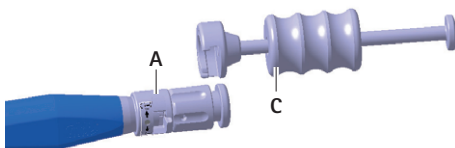

Рис. 5 Монтаж ударного молотка на установочном инструменте
- ▶ Установить ударный молоток C на установочный инструмент A, см. Рис. 5.
- ▶ Установить ударный молоток В на установочный инструмент А, см. Рис. 5.